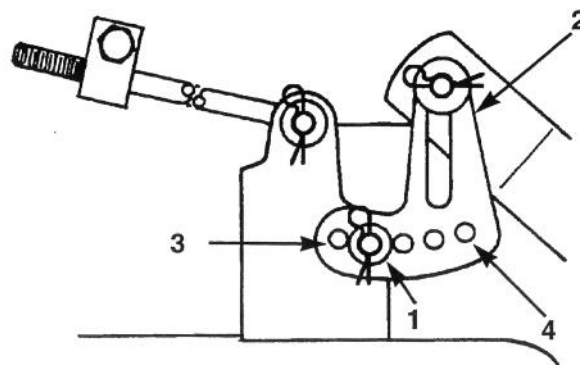

Figure 50
5. Déposer la goupille et la rondelle de la patte de mise à niveau (Fig. 50). Pour mettre la(es) lame(s) à niveau, placer la patte de mise à niveau dans un autre trou et poser la rondelle et la goupille (Fig. 50). Choisir un trou avant pour abaisser la hauteur de lame et un trou arrière pour la relever.